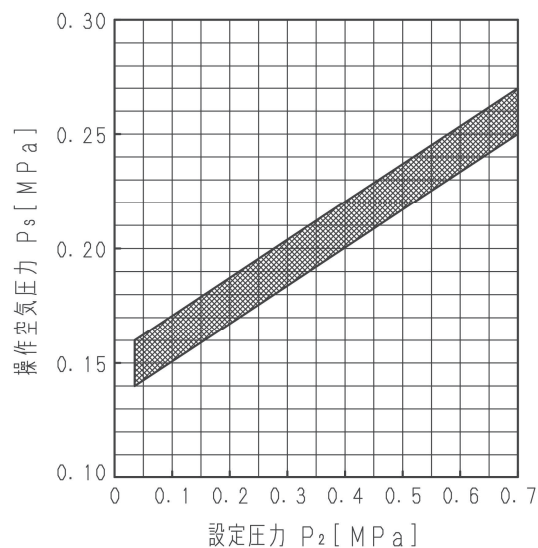

図 8 所要操作空気圧力
- (1) PC の六角ナット Z-⑩を緩めます。調節ねじ Z-⑦を左回転(反時計回り)し、調節ばね Z-③の圧縮を緩めて無荷重状態とします。
- (2) 操作用空気を供給して減圧弁により絞り弁 Z-⑨の入口側圧力(Ps)を調整します。このとき、排出口から空気が排出されていることを確認してください。
**注11** 操作空気圧力(Ps)は設定圧力(P2)によって異なります。(図 8 参照)
**注12** 絞り弁 Z-⑨入口側には圧力計を設置してください。PC 付属の圧力計 Z-⑫は作動確認用です。
- (3) 主弁二次側の仕切弁を少し開けた状態(少量流れる程度)にします。
- (4) 一次側の仕切弁を非常にゆっくり開け、主弁に流体を流します。異常がなければこの仕切弁をゆっくりと全開してください。
- (5) 二次側の仕切弁をゆっくり開けていくと、主弁の制御誤差が生じ二次側圧力が所要の設定圧力よりも若干低下します。二次側の仕切弁は、この圧力低下が確認できる状態まで開けてください。
- (6) PC の調節ねじ Z-⑦をゆっくり右回転(時計回り)すると、二次側圧力が徐々に回復して設定圧力まで戻ります。調整終了後、六角ナット Z-⑩によって調節ねじ Z-⑦をしっかりと固定してください。